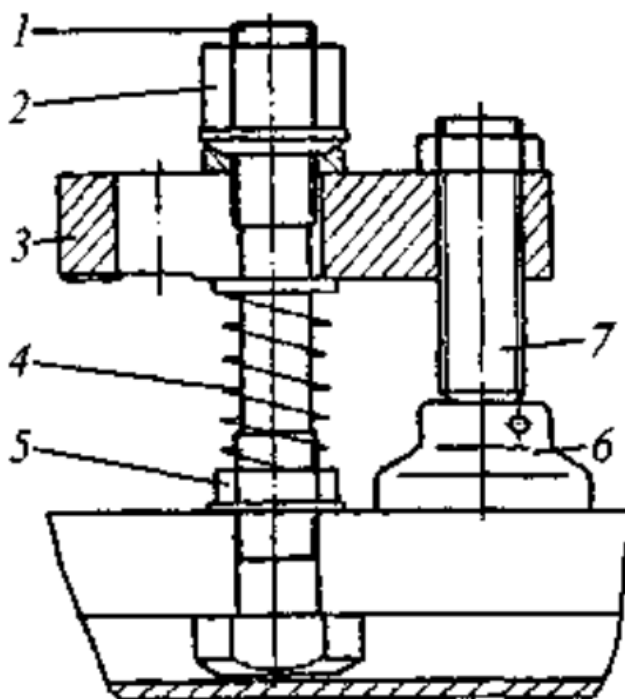

Рис. 5
7. Опишите конструкцию и принцип действия механизма, приведенного на рис. 5.